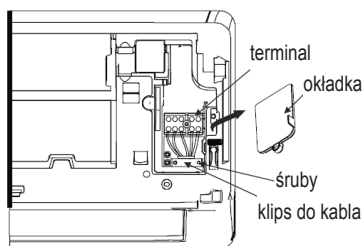

fig. 15 -
1. Otworzyć panel przedni modułu ("fig. 15 -")